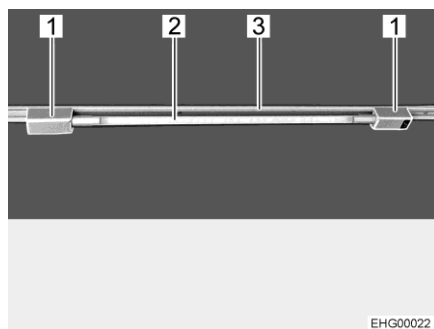

Fig. 30 Lampada tubolare
- Inserire i due supporti (Fig. 30,1) nella rotaia (Fig. 30,3). A tale scopo, ruotare i supporti di 90°.
- Infilare il corpo lampada (Fig. 30,2) in uno dei supporti.
- Ruotare il corpo lampada (Fig. 30,2), finché non si raggiunge l'effetto luminoso desiderato.